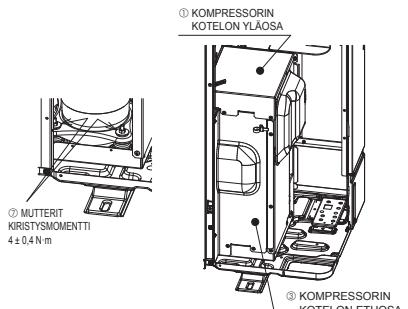

Fig. 4-2
- Kun kompressorin kiinnitysat on irrotettu, muista kiristää mutterit ja palauta kompressorin kotelon yläosa ja etuosa takaisin alkuperäiseen tilaan. (Fig. 4-2)